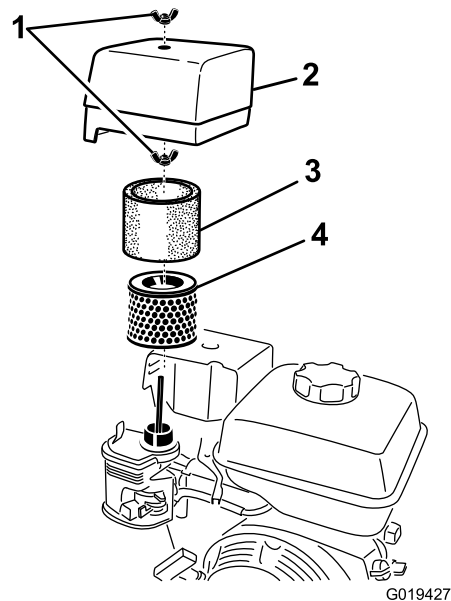

Figura 15
3. Retire la tuerca que sujeta la tapa (Figura 15).
6. Separe cuidadosamente de la base los elementos de gomaespuma y de papel (Figura 15).
7. Separe el elemento de gomaespuma del elemento de papel (Figura 15).